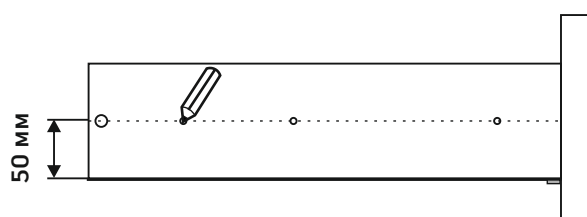

Рис.9
1. **Провести** линию карандашом на боковых стенках ящиков (левых, п.10 (4 шт) и правых, п.10.1 (4 шт)), соединив существующие накладки. При этом, расстояние от нижней кромки боковых стенок ящиков до линии должно быть одинаковым (см. рис.9)